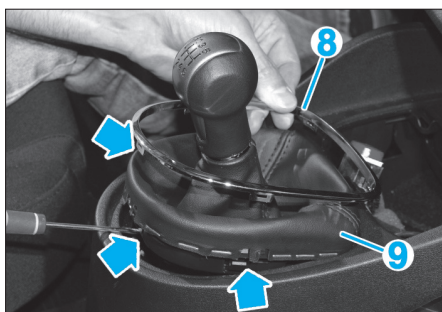

Fig. 21
• A l'aide d'un levier, déposer l'enjoliveur (8) du levier de vitesses (Fig.21).